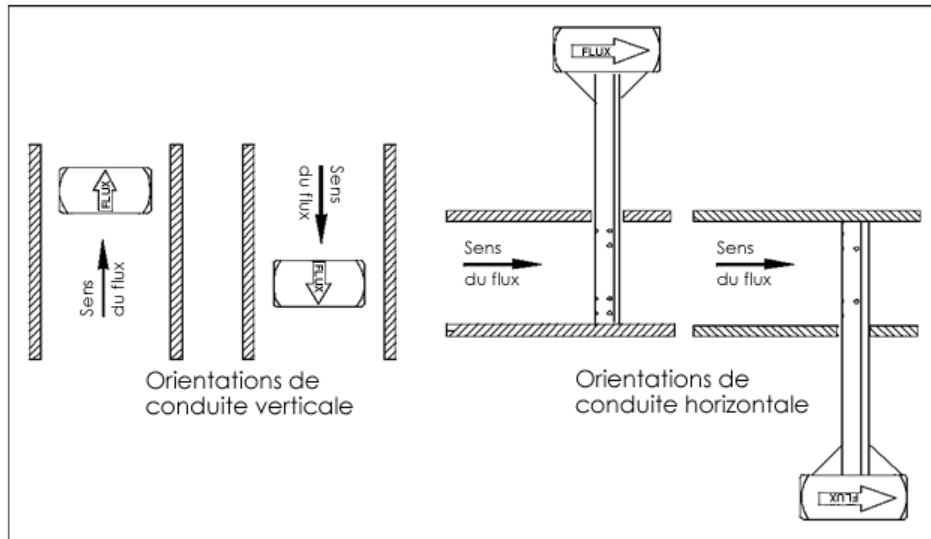

Figure 4. Orientation de la flèche de flux (« Flow »)
- Alignez la tête de la sonde de sorte que la flèche marquée « Flow » (flux) sur la tête soit orientée dans le sens du flux dans la conduite dans une marge de 3° (figure 4). Maintenez la tête dans cette position pendant toute la suite des opérations.
- Revérifiez l'alignement de la sonde de sorte que la flèche marquée « Flow » (flux) sur la tête soit orientée dans le sens du flux dans la conduite dans une marge de 3° (figure 4). Une clé anglaise ou une clé à tube peut être appliquée à la tête de la sonde pour ajuster l'alignement.